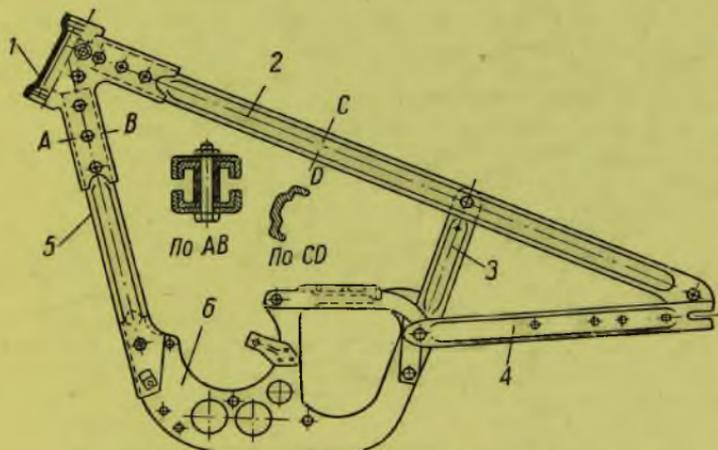

Рис. 181. Рама мотоцикла Л-300, ИЖ-7, ИЖ-8
В основном рама состоит (рис. 181) из головки (1), в которой закреплен шарнирно стержень вилки верхнего пояса (2), подседельного (3), задней вилки (4), переднего пояса (5) и подмоторной рамы (6), в которой укрепляется двигатель и часто коробка передач.